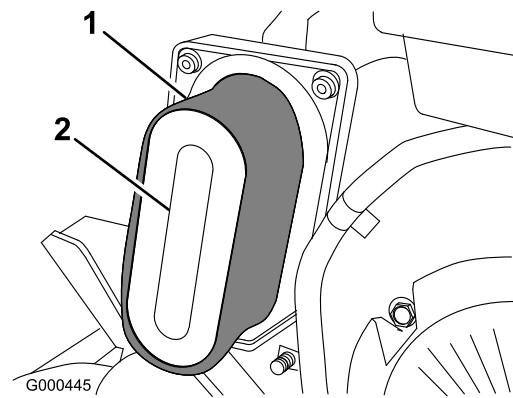

Figure 25
3. Si l'élément en mousse est encrassé, sortez-le de l'élément en papier (Figure 25). Nettoyez-le soigneusement.